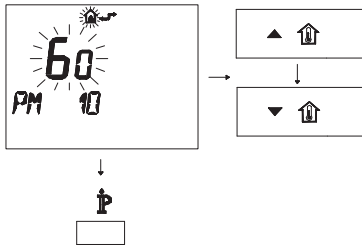

Fig. 5.92
- Per modificare il SET programmato agire sui pulsanti  o  e aspettare che il numero programmato cominci a lampeggiare (Fig. 5.92).